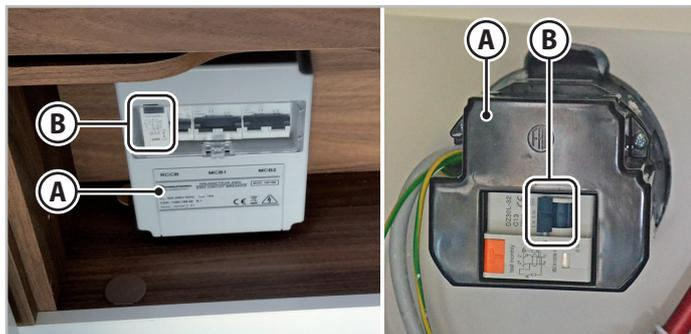

Fig. 6.32 - Cuadro de alimentación
El cuadro de alimentación de 220 V (A - Fig. 6.32) del vehículo está protegido por un interruptor magnetotérmico-diferencial de dos polos (B - Fig. 6.32). La toma de alimentación está equipada con un tercer polo de toma de tierra, tal y como exige la normativa vigente.
1. Baje las palancas (B - Fig. 6.32) del interruptor diferencial.
5. Levante las palancas (B - Fig. 6.32) del interruptor diferencial.
1. Baje las palancas (B - Fig.6.32) del interruptor diferencial.
5. Levante las palancas (B - Fig.6.32) del interruptor diferencial.